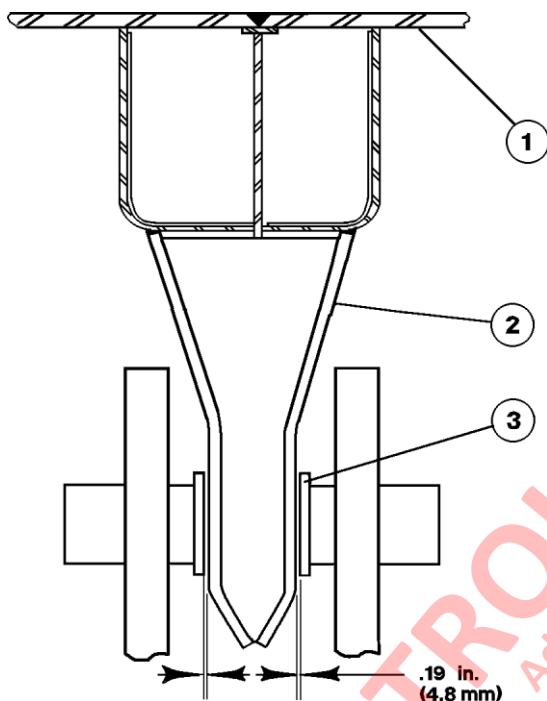

FIGURA 3-6. GUIA DE LA TOLVA
Inspeccione los puntos de desgaste de la guía de la tolva cada vez que realice una inspección de la almohadilla de la tolva. La guía de la tolva (2, Figura 3-6) debe estar centrada entre las placas de desgaste (3) con un espacio máximo de 4.8 mm (0.19 in) en cada lado (placas de desgaste nuevas).